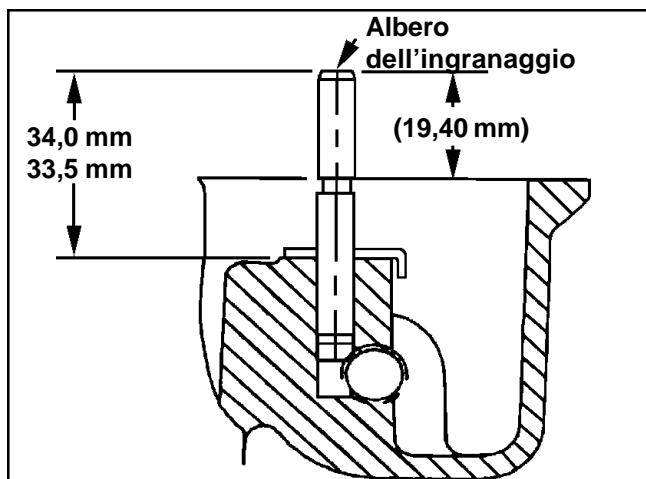

Figura 10-14. Profondità di inserimento dell'albero del regolatore.
3. Ispezionare accuratamente l'albero dell'ingranaggio del regolatore e sostituirlo solamente qualora sia danneggiato. Una volta rimosso l'albero danneggiato, premere o battere leggermente l'albero di ricambio nella piastra di chiusura alla profondità illustrata in Figura 10-14.